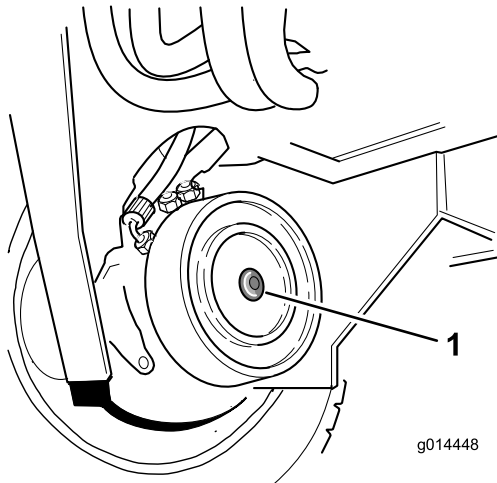

Bild 36
2. Machen Sie die rechte Vorderradmotorscheibenbremse ausfindig und entfernen Sie die Sechskantschraube (**Bild 36**).